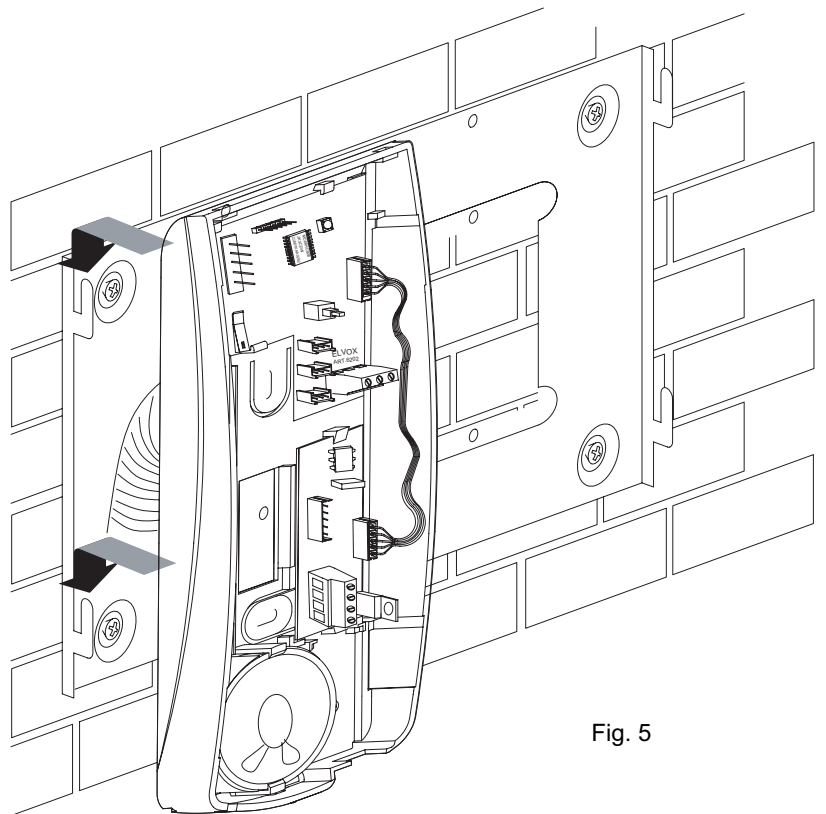

Fig. 5
- Insert the interphone lower part in the bracket left hand side inserting it in proper seats and pulling it downward until its complete locking (see Fig. 5)
- Insérer le fond du poste d'appartement sur la partie gauche de l'étrier en l'insérant sur les emplacements appropriés et en le tirant vers le bas jusqu'à son complet blocage (voir fig. 5).
- Insertar el fondo del interfono en la parte izquierda del soporte insertándolo en los asientos apropiados y jalándolo hacia abajo hasta su completo bloqueo (ver Fig. 5).
- Den Haustelesonboden in die linke Seite des Halters einsetzen und ihn in die entsprechende Sitze einfügen und ihn nach unten bis ihrer vollkommenen Sperre ziehen (siehe Abb. 5).